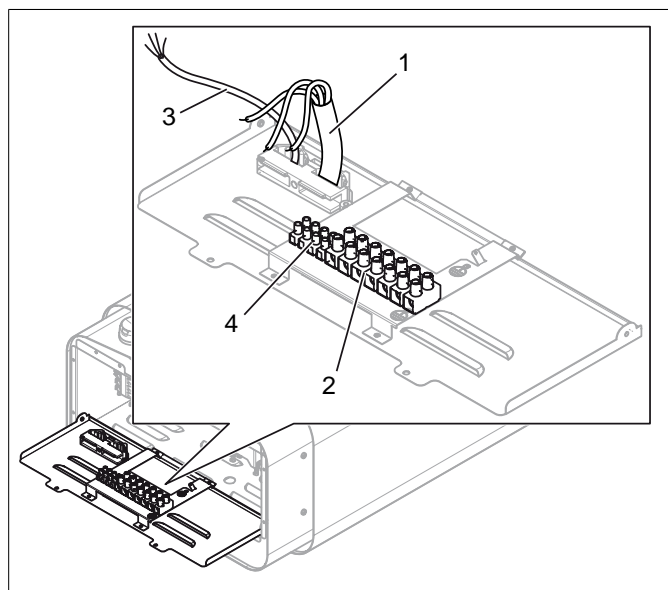
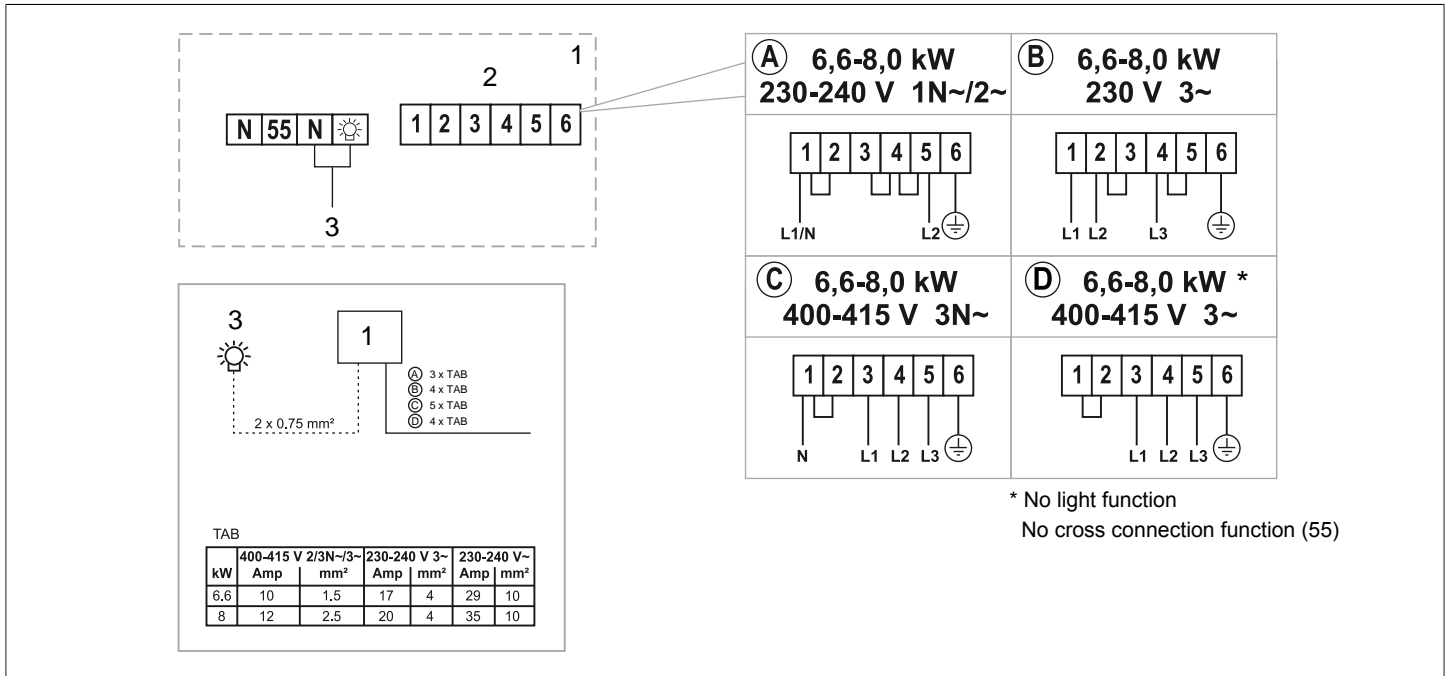

Abb. 6: Platine
Abb. 12: Schaltplan
Schließen Sie das Stromkabel (1) gemäß dem Schaltplan, siehe Abschnitt **Anschluss/Schaltplan**, Seite 6 an die Klemme (2) an, siehe **Abb. 6**, Seite 4.
4. Schließen Sie eventuell das Kabel für die Beleuchtung (3), siehe **Abb. 6**, Seite 4 gemäß dem Schaltplan **Abb. 12**, Seite 6 an die Klemme (4) an.
Bei Anschluss an Spannungen oder Phasen, die nicht im Schaltplan verzeichnet sind **Abb. 12**, Seite 6, wenden Sie sich an den Tylö-Kundenservice.